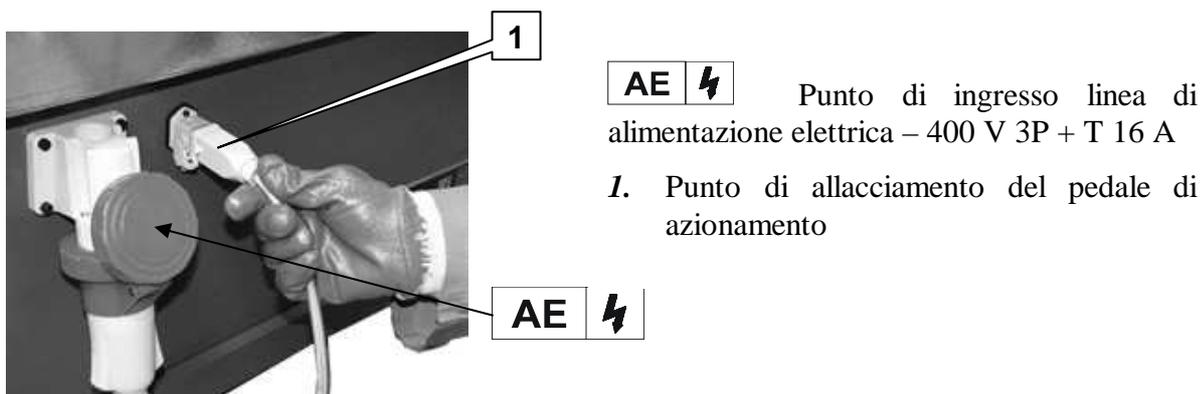

Figura 3.12 – Punti allacciamento e connessione
- predisporre la linea di alimentazione elettrica in modo da raggiungere il punto di allacciamento dedicato, indicato in figura 3.12;
- collegare il pedale di azionamento come indicato in figura 3.12.